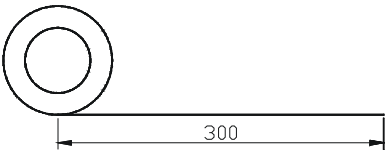

图 4-5-2
STEP 02 使用 LINE 命令绘制机件的连接线，如图 4-5-2 所示。其具体操作如下：